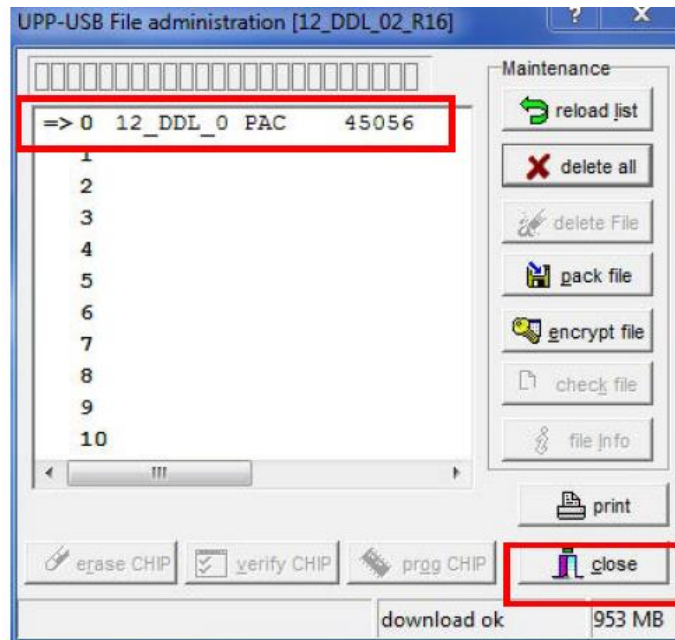

Рисунок 17
1.2.16 После успешной загрузки можно увидеть, какой файл встроенного ПО сохранен в программаторе E-LAB. Завершите процесс, нажав кнопку «close» (рисунок 17).